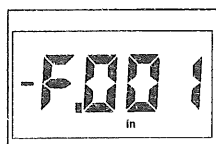

図 3-2
- * ファイルを選択していない場合は、-F. 001 と表示されます（図 3-2）。